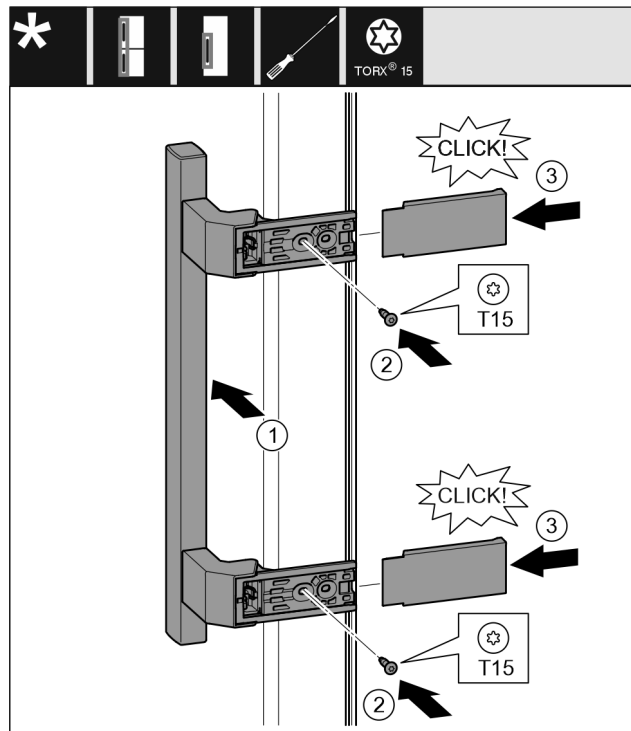

Fig. 29
- ▶ Εφαρμόστε τη λαβή στην απέναντι πλευρά. Fig. 29 (1)
- ▶ Σφίξτε τις βίδες με κατσαβίδι T15. Fig. 29 (2)
- ▶ Εφαρμόστε στο πλάι τα καλύμματα και τοποθετήστε τα. Fig. 29 (3)